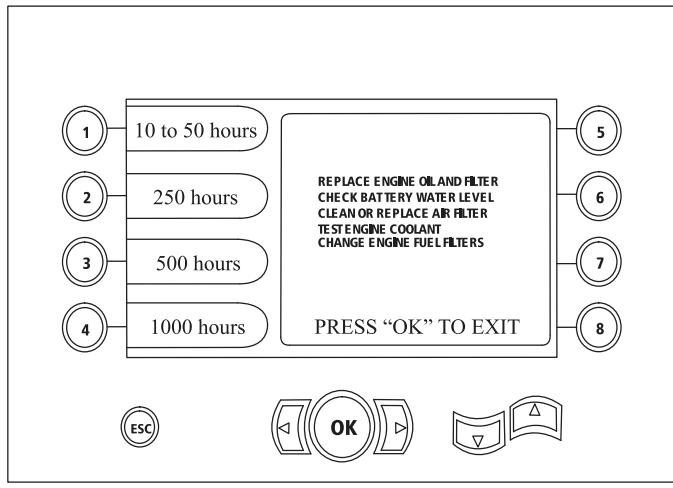

Figura 25
- Botão 2 – programação de manutenção de 250 horas (Figura 25)